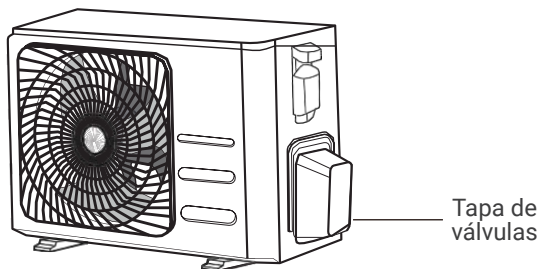

Fig. 5.9
1. Desenrosque la tapa de las válvulas en el lateral de la unidad exterior. (Vea la Fig. 5.9)